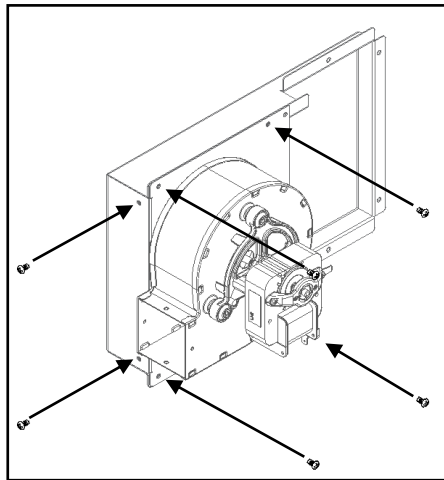

Figura 127 - Fixação apoio com o ventilador
c) Apertar o conjunto da Figura 127 na face lateral da câmara de combustão utilizando 6 parafusos **A** (DIN 7981 FA 5,5x13) nos furos preparados para o efeito.